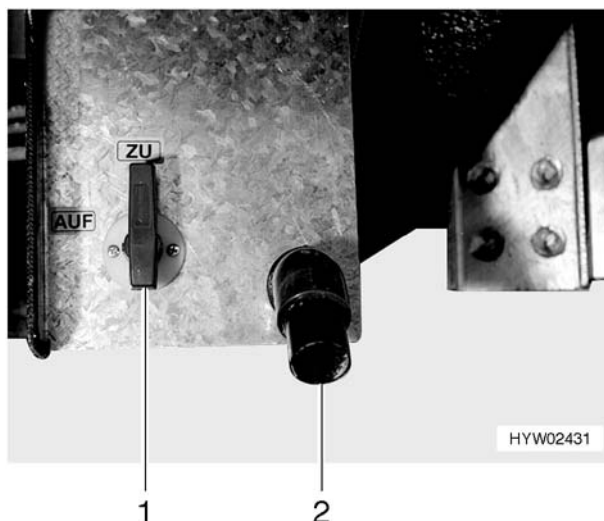
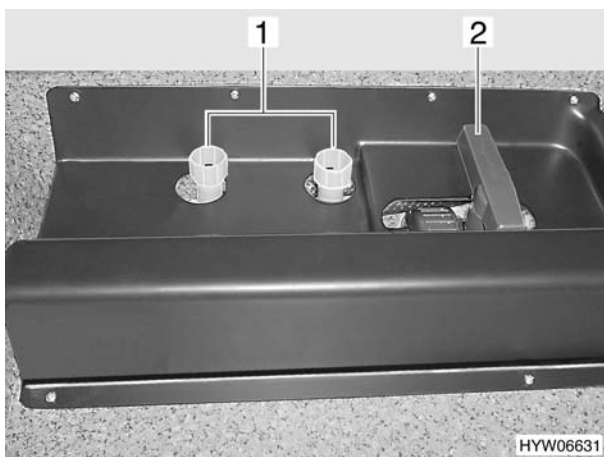

Fig. 184 Leva di comando e tubo di scarico del serbatoio delle acque grigie, chiuso
Fig. 185 Leva di comando per il serbatoio delle acque grigie nel garage di coda, chiuso
- per il tubo di scarico (Fig. 184,2) sul lato sinistro o su quello destro del veicolo (Fig. 184,1) con modelli senza doppio fondo oppure
- nel garage di coda/gavone di coda (Fig. 185,2) sui modelli con doppio fondo.
Il tubo di gomma per lo scarico (di serie) è posto nel vano portabombole e può essere usato come prolunga fissandolo al tubo di scarico (Fig. 184,2).
- Per aprire il rubinetto di scarico ruotare la leva di comando (Fig. 184,1 o Fig. 185,2) di un quarto di giro in senso antiorario. Leva di comando è in posizione orizzontale.